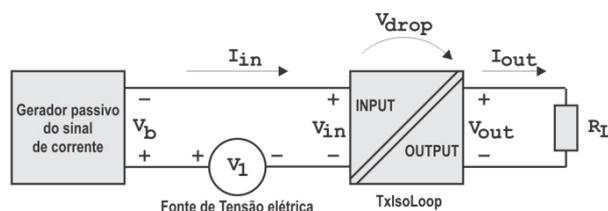

Figura 2 – Conexões no TxIsoLoop com gerador passivo
2. O dispositivo gerador do sinal de corrente é do tipo passivo (*sink / 2-wire*), onde a tensão elétrica deve ser provida por uma fonte inserida (em série) no circuito de corrente de entrada, como mostra a **Figura 2**.